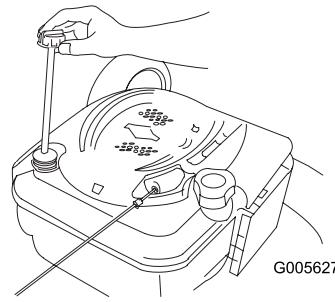

Figura 33
4. Versate lentamente l'olio nel tubo di riempimento finché non raggiunge il segno di pieno sull'asta (Figura 33). **Non riempite troppo.** (Riempimento massimo: 0,59 litri, tipo: olio detergente SAE 30W con service classification API SF, SG, SH, SJ, SL o superiore.)